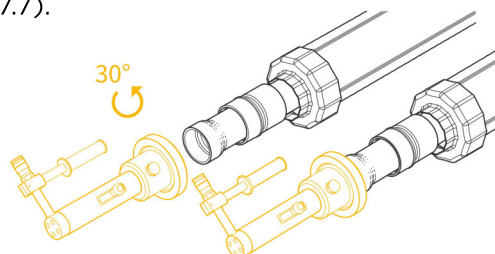

Рис. 5.7.7
5. Сбавить давление в насосе. Повернуть гидроцилиндр с насадкой на 30° и повторить предыдущую операцию (рис. 5.7.7).